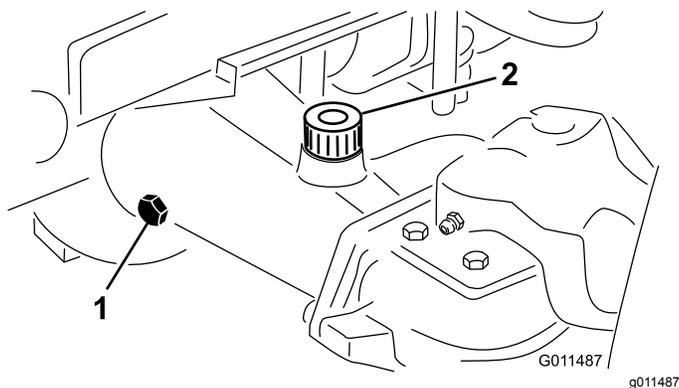

Рисунок 15
2. Снимите контрольную пробку с одного конца моста (Рисунок 15) и убедитесь, что смазка доходит до низа отверстия. Если уровень низкий, снимите заливную пробку (Рисунок 15) и добавьте смазку, чтобы довести ее уровень до низа отверстия контрольных пробок.